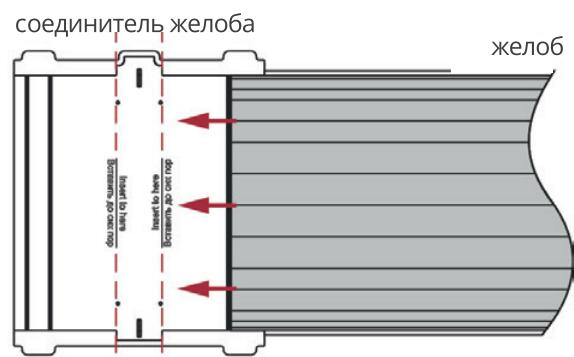

Рисунок 9
2. Желоба необходимо вставлять в фитинги (воронка, соединитель желобов, углы желоба) до отметки «Вставить до сих пор» (рис. 9). Это позволяет оставить зазор между желобом и ограничителями фитинга для температурного расширения.